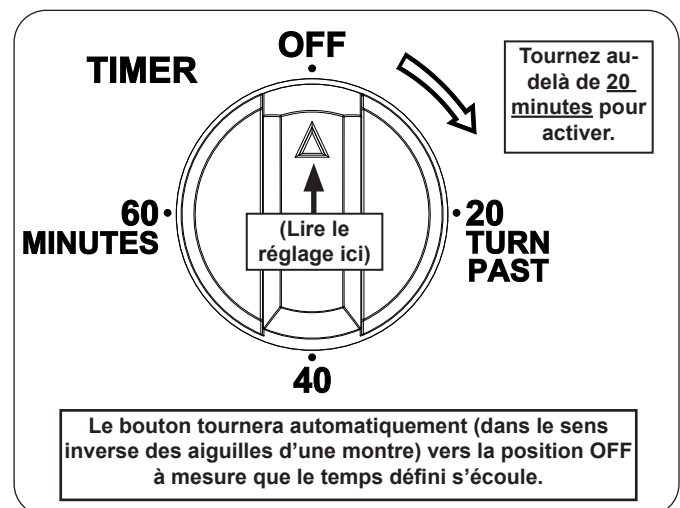

Fig. 32-2 Contrôle du minuteur
4. Réglez le bouton de commande **TIMER** sur le temps de cuisson souhaité. Voir Fig. 32-2. Voir la section RÉGLAGE DE LA MINUTERIE ci-dessous pour plus de détails.
Important: Lorsque vous utilisez la minuterie pour des périodes inférieures à vingt minutes, vous devez d'abord tourner le bouton au-delà de vingt minutes (pour l'activer), puis revenir (dans le sens inverse des aiguilles d'une montre) à la durée souhaitée. Cela garantira le bon fonctionnement de la minuterie. Voir la Fig. 32-2.